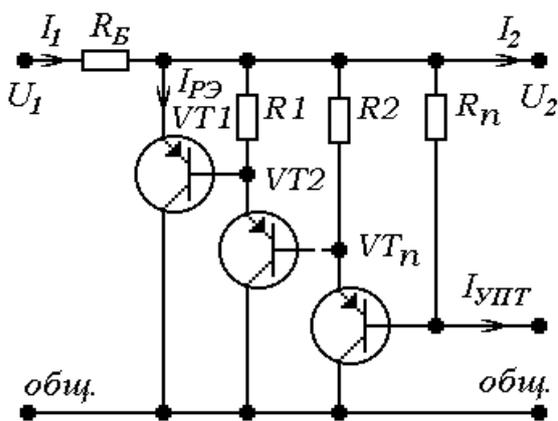

Рис.9. Вариант 9
$$U_{1ном} \geq \frac{1.2U_{2ном}}{1 - \delta_1 - q_1}, \text{ для рис. 9, 10.} \quad (3)$$
$$U_{K1} = U_{2ном}, \text{ для рис. 9, 10.} \quad (5)$$
$$R_B \leq \frac{(1 - \delta_1 - q_1)U_{1max} - U_{2ном}}{I_{2ном}}, \text{ для рис. 9, 10.} \quad (6)$$
$$I_{РЭmax} = \frac{(1 + \delta_1)U_{1ном} - U_{2ном}}{R_B}, \text{ для рис. 9, 10.} \quad (8)$$
$$R_l \leq \frac{\sum_{i=1}^l U_{БЭ_i}}{I_{KO_l}}, \quad l=1 \dots (n-1), \text{ для рис. 9, 10.} \quad (13)$$
$$R_i = R_B, \text{ для рис. 9, 10.} \quad (26)$$